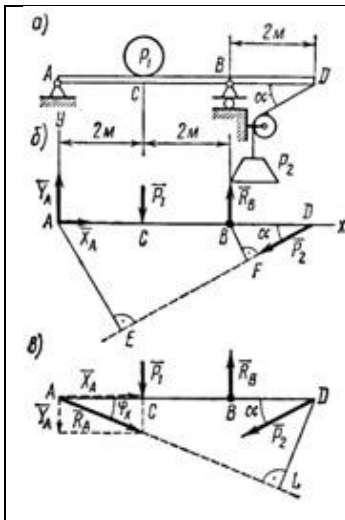

Рисунок 13
4. На консольную балку, имеющую в точке А шарнирно-неподвижную, а в точке В шарнирно-подвижную опору, действуют две сосредоточенные нагрузки:  $P_1 = 18$  кН и  $P_2 = 50$  кН, как показано на рис. 13, а; угол  $\alpha = 40^\circ$ . Определить реакции опор балки.